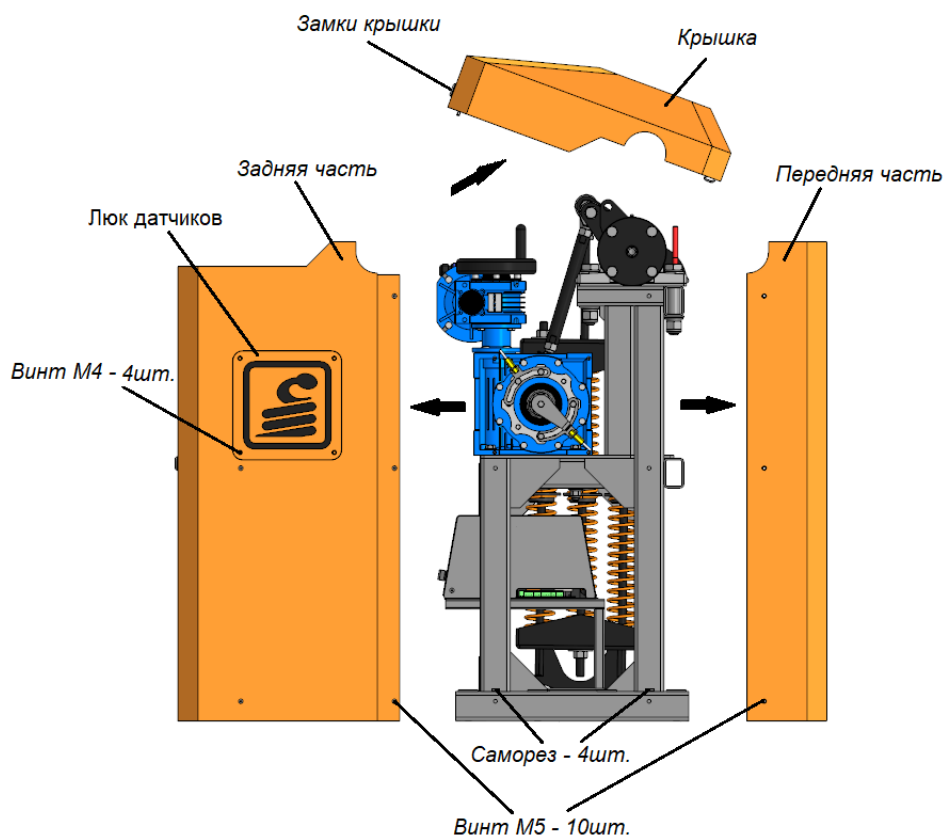
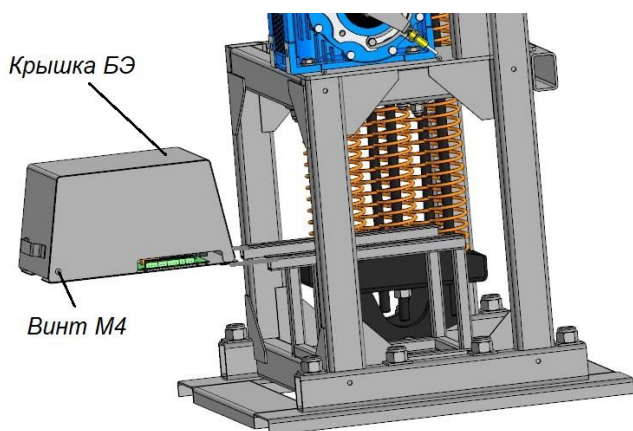
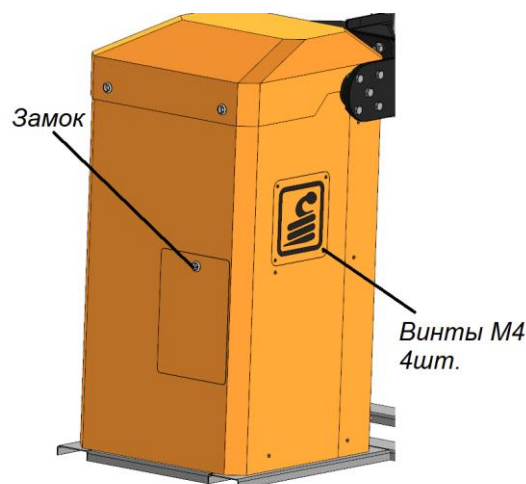

Рисунок 7
Рисунок 14
Рисунок 15
5.3.1. Перед монтажом шлагбаума необходимо снять кожух, для чего (Рис.7):
Блок электроники закреплен в тумбе шлагбаума (Рис. 14). Для снятия Крышки Блока электроники надо открутить винты М4 (Рис. 15).
Перед подключением шлагбаума к сети 220В необходимо закрепить Кожух шлагбаума на раму (см. Рис.7). Блок электроники выдвигается на салазках. В Кожухе шлагбаума предусмотрены Люки для доступа к Блоку электроники – фиксируется замком и к Датчикам - крепится винтами М4 (Рис.15).